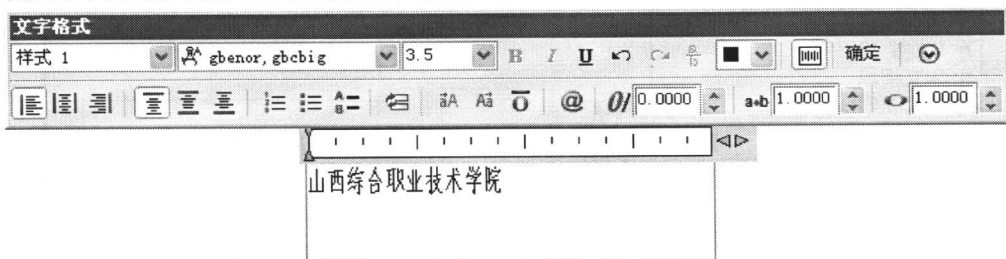

图 1-21 利用“多行文字”命令竖写汉字
①调用“绘图”下拉菜单“文字”的级联菜单“单行文字”命令，根据命令行提示“指定第一角点:”，在要竖写文字的位置处左键单击。
②指定对角点或 [高度(H)/对正(J)/行矩(L)/旋转(R)/样式(S)/宽度(W)]: 在确定了文字竖写范围后单击左键，就会出现如图 1-21 所示的“文字格式”对话框。